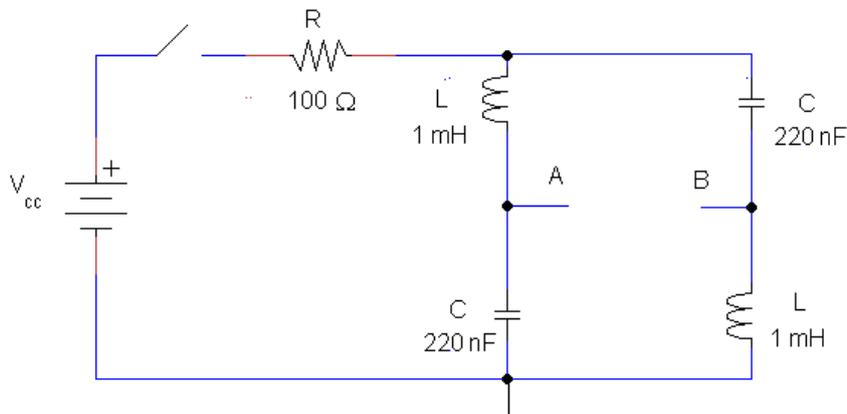

Fig. Q2
2. Al conectar una fuente de tensión continua  $V_{cc}$  de 15 V al circuito de la Fig. Q2, y teniendo en cuenta que el condensador y la bobina están inicialmente descargados: